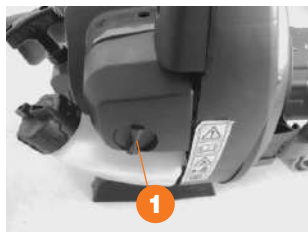

Рис. 43
1. Ослабьте фиксатор ❶ и снимите крышку воздушного фильтра (рис. 43).